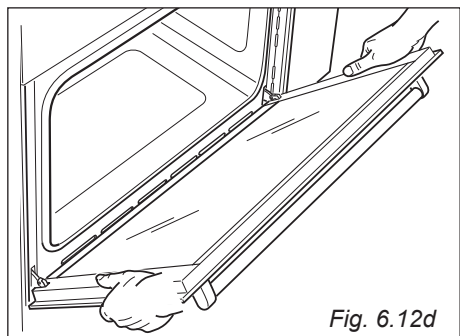

Fig. 6.12d
- Impugnare la porta come illustrato in fig. 6.12d.